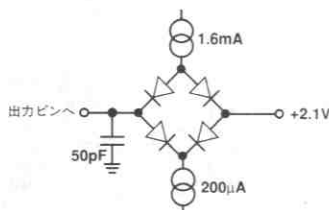

図2. バス解放時間試験用負荷回路
- 3 t_7 は図2の負荷回路を接続したときデータ出力が0.5Vの変化をするのに必要な時間から導かれます。測定値は50pFコンデンサの充放電の影響を取り除くため外挿が行なわれます。このことはタイミング特性の t_7 の数値が真のバス解放時間であり、外部バスの負荷容量とは独立していることを意味します。